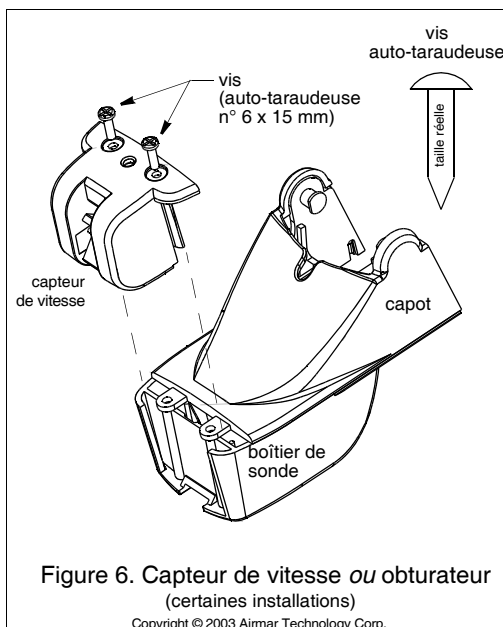

Figure 6. Capteur de vitesse ou obturateur (certaines installations)
1. Ôtez les deux vis de fixation du capteur de vitesse au boîtier (Figure 6).
5. Insérez les rails latéraux du capteur de vitesse ou de l'obturateur dans les rainures sur la face arrière du boîtier de sonde (Figure 6). Faites glisser le capteur de vitesse vers le bas. Fixez le capteur de vitesse ou l'obturateur à l'aide des deux vis autotaraudeuses n° 6 x 15 mm.